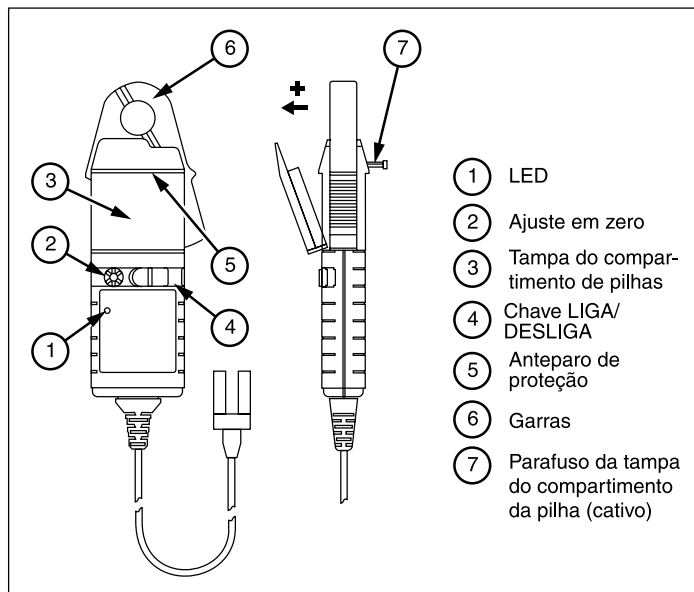

Figura 1. Alicates de corrente CA e CC i30s e i30 AC
**Para evitar lesão física ao usar a sonda, assegure que os dedos estejam atrás do anteparo de proteção, conforme mostrado na Figura 1. Não sue a sonda se alguma de suas partes, inclusive o terminal e o conector ou conectores apresentar indício de dano ou se suspeitar de funcionamento inadequado do instrumento.**